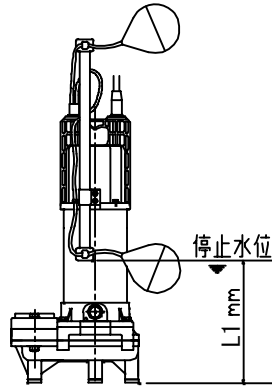

図 5
(10) 自動形ポンプ(PVA 型)は図 5 の通りにフロート位置を設定してください。なお、フロートスイッチが水槽の壁面や配管などに接触すると、フロートが動かなくなり、ポンプが始動しない事がありますので障害物から離してください。